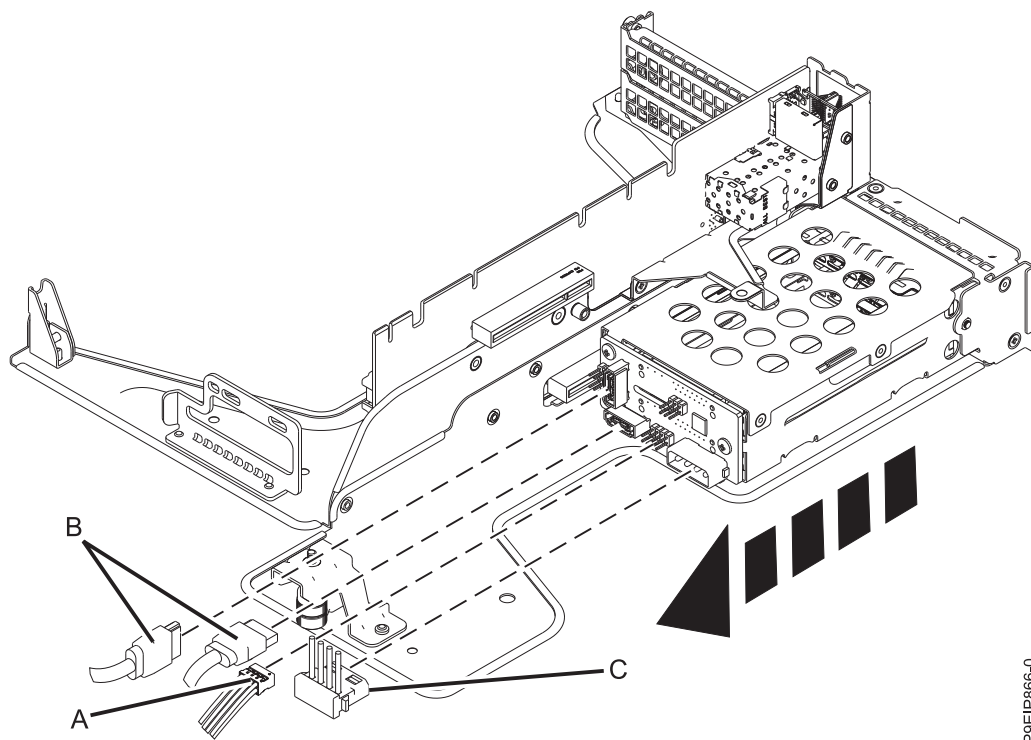

Figura 24. Desconectando os cabos de sinal e os cabos de energia da unidade do painel traseiro da unidade de disco
7. Remova os cabos de sinal da unidade (A) e (B) da parte traseira do painel traseiro da unidade de disco, conforme mostrado na Figura 24 na página 26. Remova o cabo de energia da unidade (C) do painel traseiro da unidade de disco.